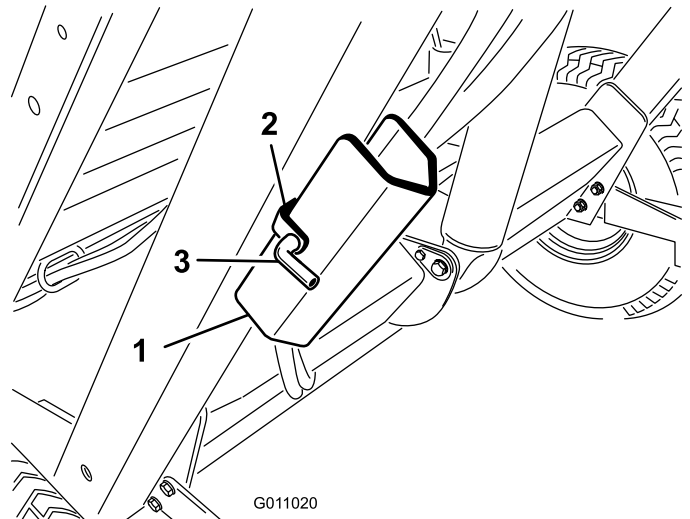

Figura 26
2. Retire el pasador de horquilla y el pasador de sujeción que fijan el soporte de seguridad a su soporte en el bastidor de la máquina (Figura 26). Retire el soporte de seguridad.